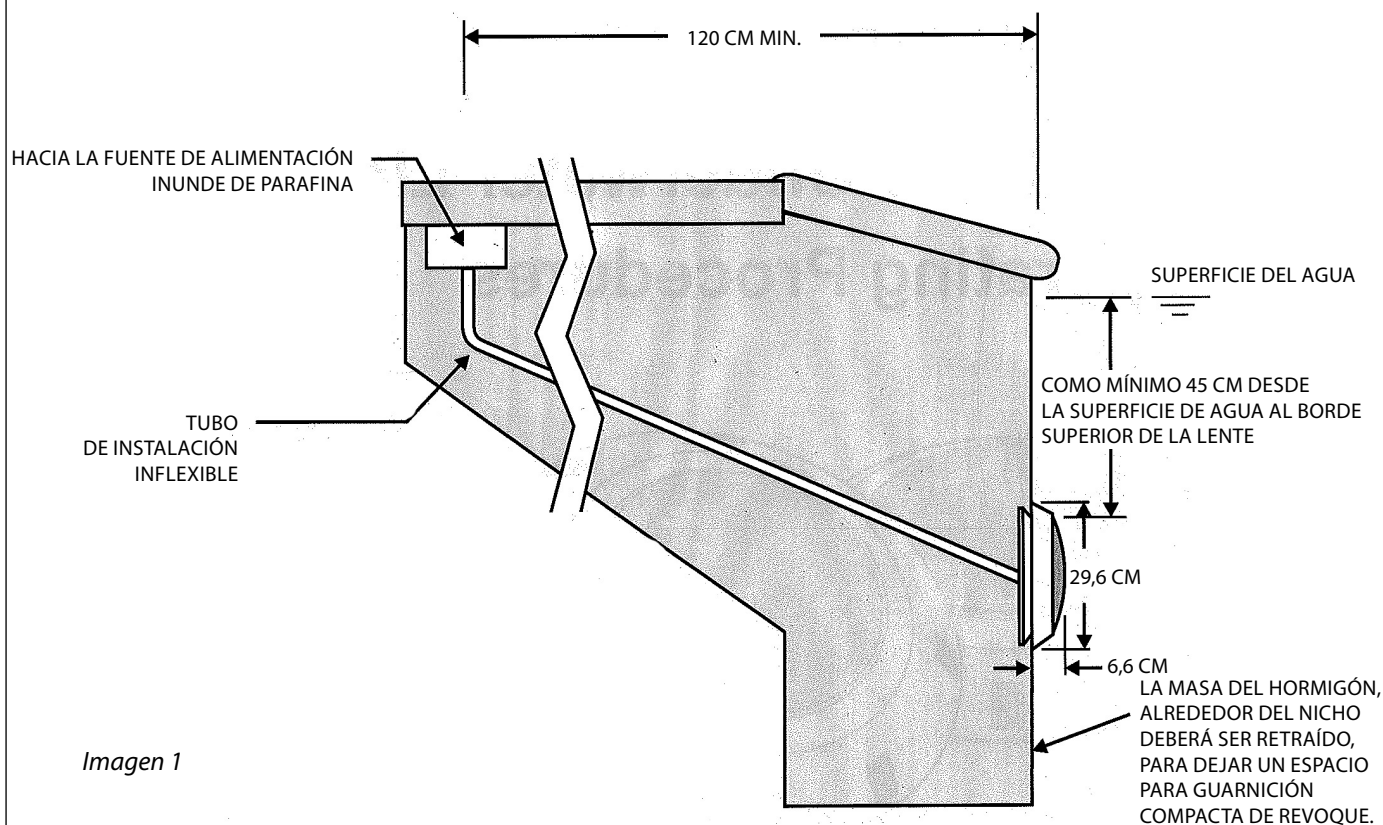

Imagen 1
1. Pasos necesarios, que deberá hacer el electricista antes de la instalación de luz: véase imagen 1.
- a) a) La caja de acoplamiento o el transformador de baja tensión para el modelo de luz de 12V deben estar colocados por lo menos 120 cm desde la orilla de la piscina, véase imagen 1.
- c) La ménsula de montaje deberá ser instalada debidamente, de tal modo que el borde superior de la lente de luz esté por lo menos 45 cm debajo de la superficie de agua en la piscina, véase imagen 1.
1. Localice un lugar en la pared vertical, donde la luz deberá ser instalada. El borde superior de la lente de luz deberá ser 45 cm debajo de la superficie normal del agua, véase imagen 1.